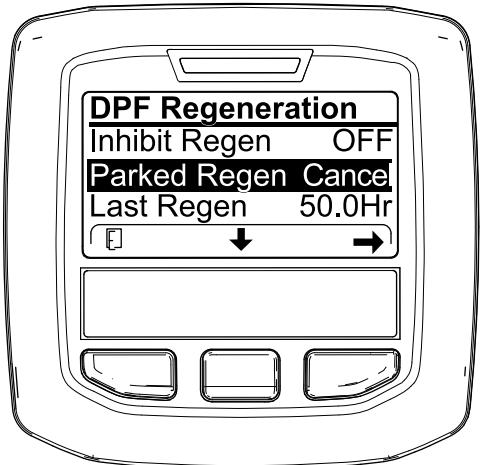
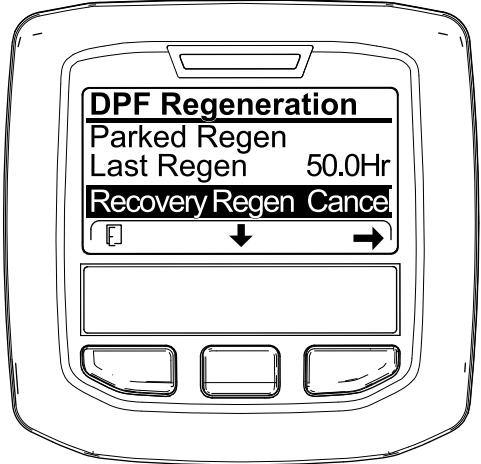

Figura 53
Figura 54
1. Aceda ao menu Regeneração do DPF (Figura 53).
2. Prima o botão central para ir até à opção CANCELAR REGENERAÇÃO EM ESTACIONAMENTO (Figura 53) ou CANCELAR REGENERAÇÃO DE RECUPERAÇÃO (Figura 54).
3. Pressione o botão direito para selecionar a entrada Cancelar regeneração (Figura 53 ou Figura 54).